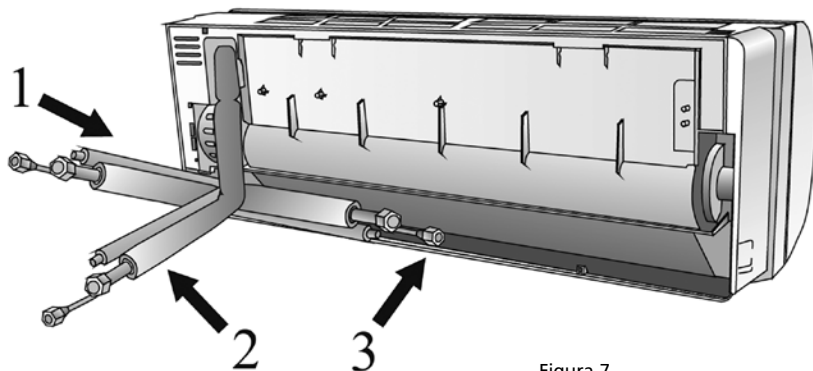

Figura 7
- Le condutture si possono allacciare con un'estremità sul lato posteriore destro o sinistro. Vedi la figura 7.